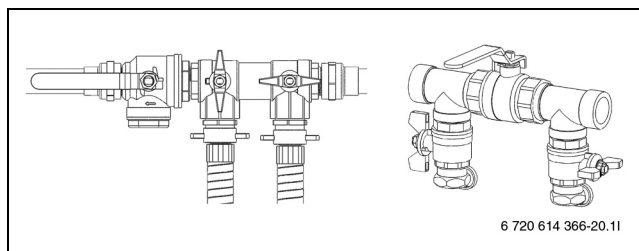

Bild 28 Påfyllnadssatser i tryckhöjningsläge
- När urluftningen är klar ska kretsen trycksättas. Vrid ventilerna på påfyllnadssatsen till tryckhöjningsläge och trycksätt kretsen till 2,5 - 3 bar (→ Bild 28).